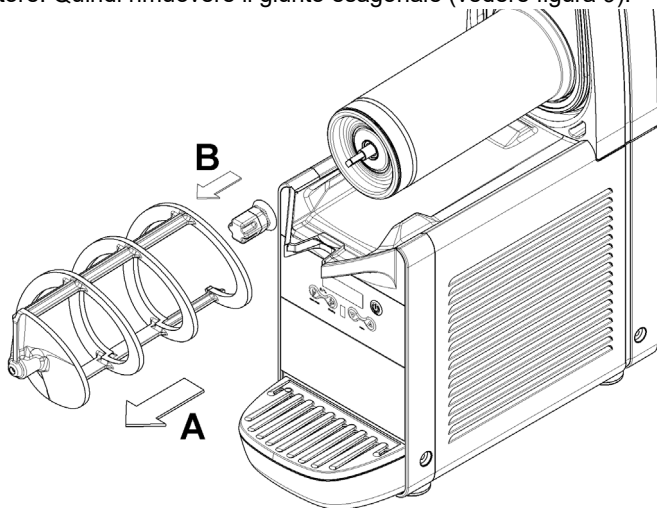

figura 9
**3** Rimuovere il mescolatore sfilandolo dal cilindro evaporatore. Quindi rimuovere il giunto esagonale (vedere figura 9).